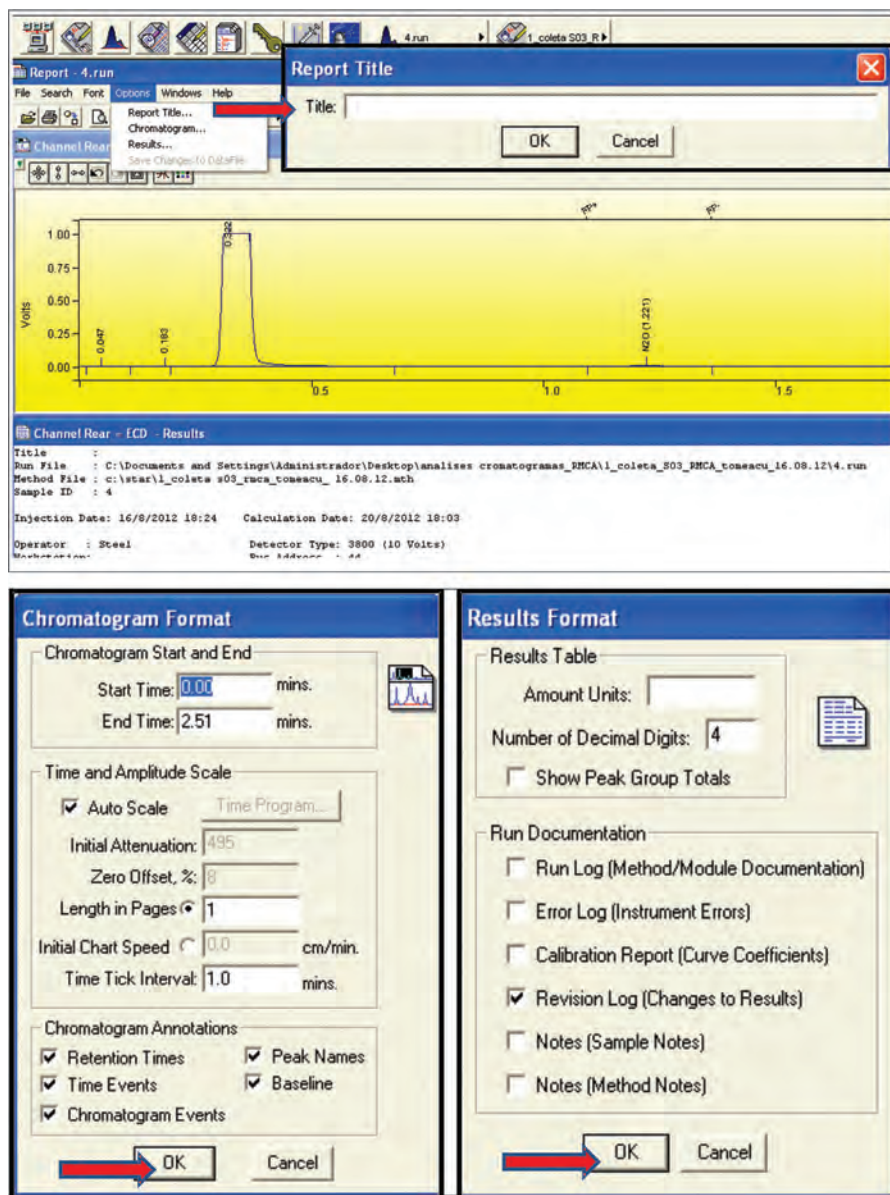

Figura 38. Standard Reports e a função de opções para edição de relatório.
- Clicar com o botão direito do **mouse** no **Start Toolbar**; selecionar **Run Application** → **Standard Reports** ou clicar no ícone (🖨️) → **Open Data File** → **Star** → **Data**; abrir a pasta de amostras analisadas, selecionar os cromatogramas com um duplo clique no nome da amostra → **Open File**. Aparecerão duas **views**, uma referente ao cromatograma e outra ao relatório de análise (Figura 38).
- Para alterações no relatório de análise (título do relatório de análise, opções do cromatograma e opções do resultado), clicar em **Options** na barra de ferramentas, escolher as funções de opção de edição desejadas do **Standard Reports** para alterar e finalizar clicando em OK (Figura 38).